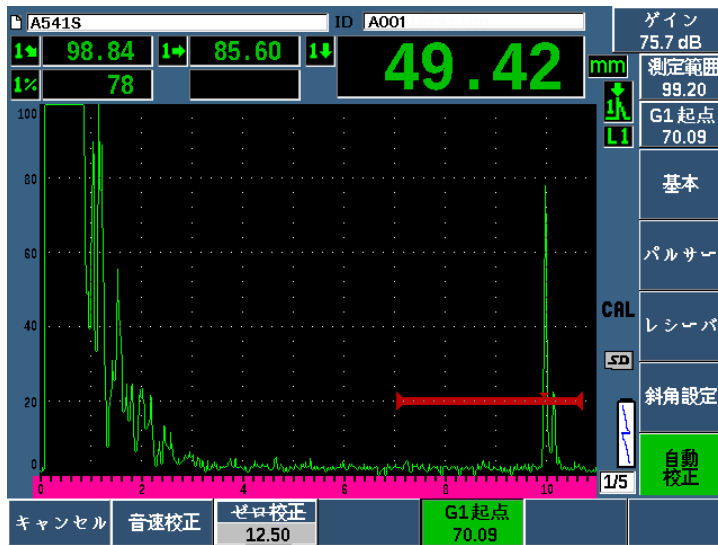

図 9-28 音速校正におけるゲート信号の例
7. ゲート内の指示に対応するすでに分っている板厚値を入力します（ここでは、0.500 インチ）。それから、**続行**を選択し、2 番目の校正ステップへ進みます（181 ページの図 9-28 参照）。